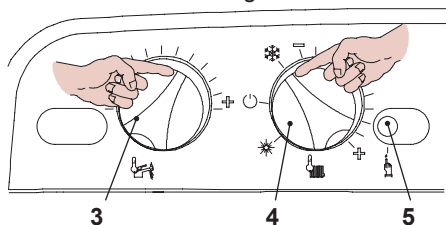

Fig. 7.19
funzione 4 come in Fig. 7.19.
- Per settare la pressione di accensione del bruciatore bisogna entrare in programmazione premendo per 15 secondi il pulsante di ripristino 5 in Fig. 7.19 fino alla comparsa del parametro **P01** sul display LCD; sul display LCD compare la seguente visualizzazione (la sequenza **P01** si alterna --- --).
- Premere il pulsante di ripristino 5 in Fig. 7.19 per lo scorrimento dei vari parametri sino al raggiungimento del parametro **P14** valido per il settaggio della pressione
- Per cambiare il settaggio ruotare la manopola regolazione temperatura sanitari 3 in Fig. 7.19 e posizionarla nella posizione prescelta.